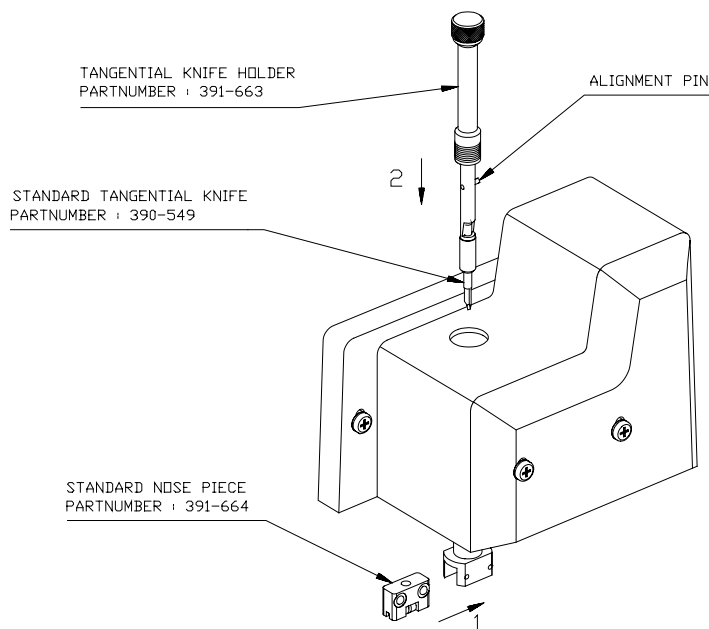

FIGURE 1-5 :
2. Glissez la pièce avant **grise** comme le montre la figure 1-5 jusqu'à ce que la pièce avant s'enclenche.
3. Introduisez le porte-couteau comme illustre la figure 1-5. Maintenez d'une main la pièce avant et de l'autre tournez le porte-couteau dans le sens anti-horaire jusqu'à ce que la goupille d'alignement du porte-couteau soit alignée avec la rainure à l'intérieur de la tête de découpe. Tournez le porte-couteau dans le sens horaire jusqu'à ce qu'il s'engage dans l'arbre central de la tête de découpe.